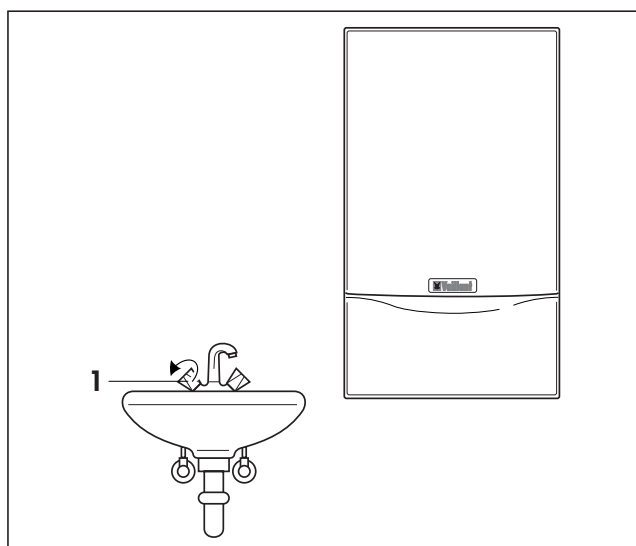

Fig. 3.8 Obținerea apei calde (aparate VMW)
- Sistemul Aqua-Comfort plus se activează prin rotirea comutatorului (1) scurt până la limită (reglajul a) către dreapta (fig. 3.8). În final, selectați temperatura dorită, de ex. reglajul b. Valorile corespunzătoare:
3.3.3 Obținerea apei calde (fig. 3.8)